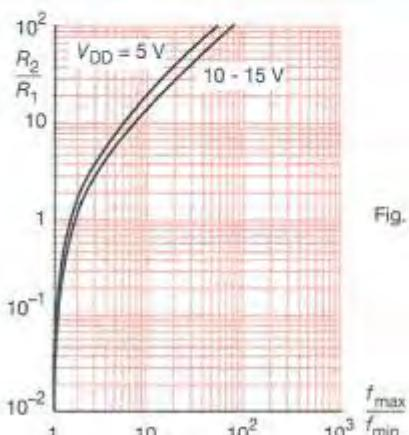
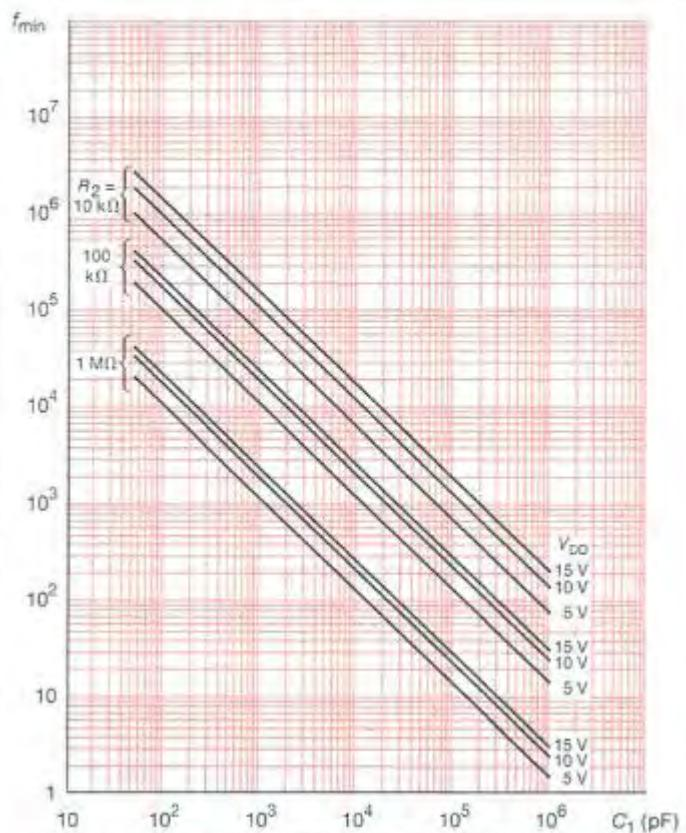

Fig. 1 : Rapport R_2/R_1 typique en fonction du rapport f_{\max}/f_{\min} .
Fig. 2 : Déviation de fréquence typique en fonction de la capacité C_1 ; $T_{\text{amb}} = 25^\circ\text{C}$; VCO_{IN} à V_{SS} ; INH à V_{SS} ; $R_1 = \infty$.
- Connaissant f_o et f_L , calculer f_{\min} à l'aide de l'équation $f_{\min} = f_o - f_L$; déterminer R_2 et C_1 à partir de f_{\min} et des courbes de la fig. 2 ; calculer :
puis à partir de l'équation $\frac{f_{\max}}{f_{\min}}$ et des courbes de la fig. 1, calculer le rapport R_2/R_1 pour obtenir R_1 .
- Connaissant f_{\min} et f_{\max} , déterminer R_2 et C_1 à partir de f_{\min} et des courbes de la fig. 2 ; calculer $\frac{f_{\max}}{f_{\min}}$; puis, à l'aide de $\frac{f_{\max}}{f_{\min}}$ et des courbes de la fig. 1, déterminer R_1/R_2 pour obtenir R_1 .